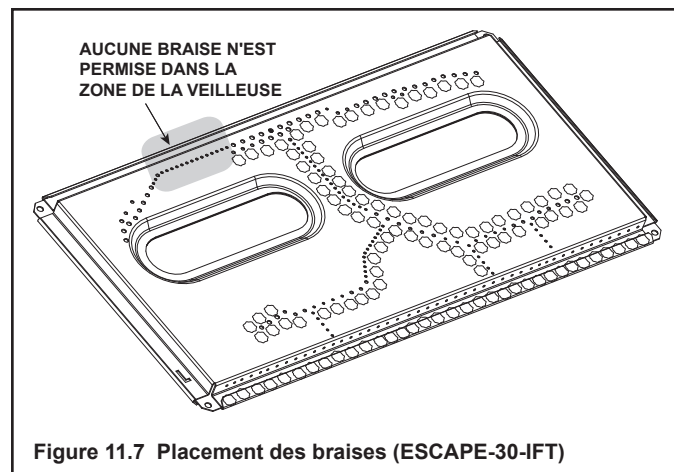
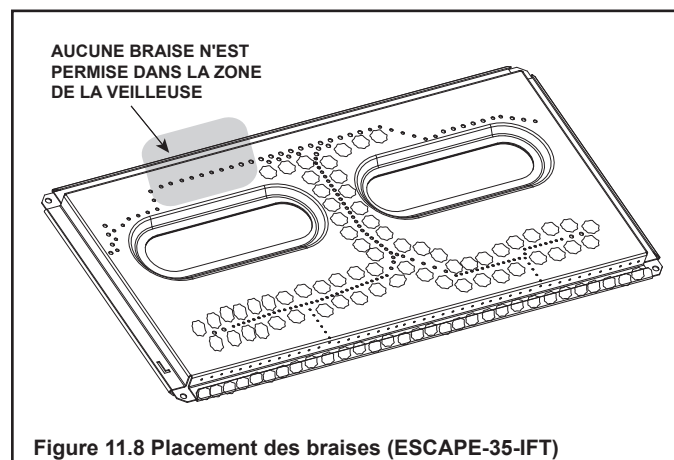

Figure 11.7 Placement des braises (ESCAPE-30-IFT)
Figure 11.8 Placement des braises (ESCAPE-35-IFT)
- Placez les morceaux de braise Glowing Embers® de la taille d'un dix sous, immédiatement devant la rampe d'orifices, mais pas sur ou entre les orifices. Voir la figure 11.7 (ESCAPE-30-IFT) ou la figure 11.8 (ESCAPE-35-IFT). Faire attention de ne pas recouvrir les orifices. Le non-respect de ces instructions peut entraîner des problèmes d'allumage et de suie.